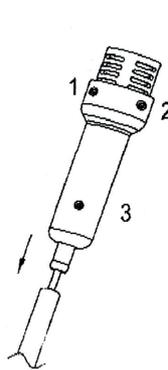

Fig.1
- Lösen Sie die drei Schrauben (Fig. 1) am Handgriff und nehmen Sie das Gehäuse ab.